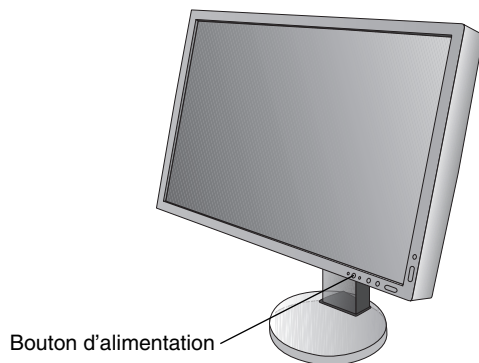

Figure E.1
8. Allumez l'ordinateur, ainsi que le moniteur, en appuyant sur le bouton d'alimentation (**Figure E.1**).